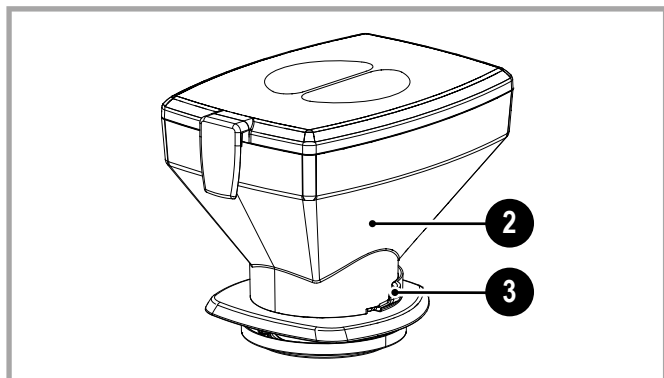

Fig. 8.1 - Tramoggia
Per la pulizia della tramoggia, effettuare le seguenti operazioni (Fig. 8.1 e 8.2).
- Chiudere la serranda (3 - Fig. 8.1), spingendola verso l'interno. Avviare la macinatura fino a esaurire i residui di caffè nel macinadosatore.
- Rimuovere la tramoggia (2 - Fig. 8.1) dal macinadosatore.
- Togliere l'eventuale caffè rimasto nella tramoggia (2 - Fig. 8.1).
- Prima di riposizionare la tramoggia (2 - Fig. 8.1) sul macinadosatore, assicurarsi di avere perfettamente asciugato le parti bagnate o inumidite.